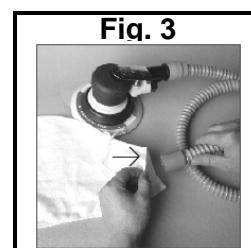

Fig. 3
6. Montez le sac à poussière sur le tuyau à poussière à l'aide du cordon de fixation. (fig.3)